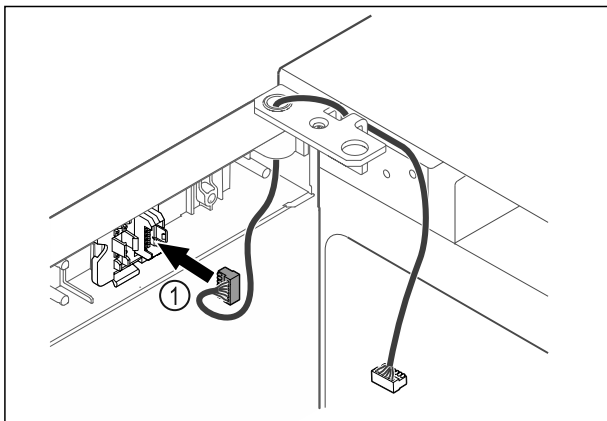

Fig. 46
- Aseta pistoke Fig. 46 (1) pistokkeenpitimeen.